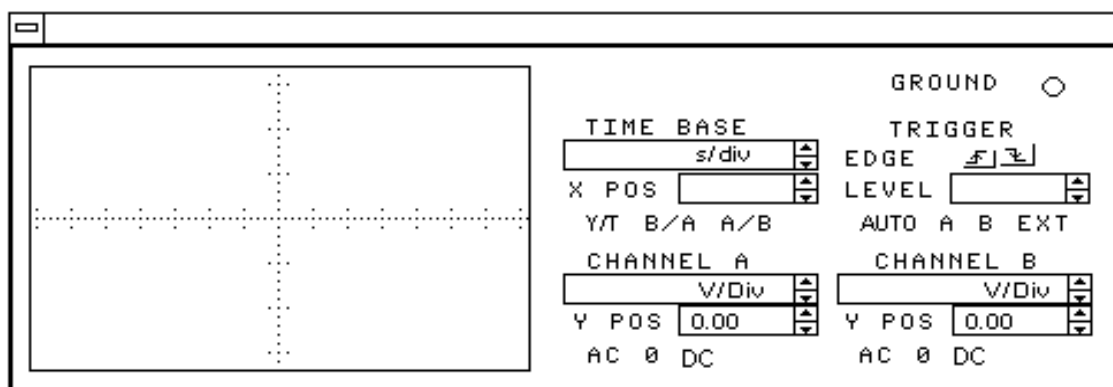

Figura 25
10.10 – Registre a forma de onda do sinal de entrada e do sinal de saída na figura 25.